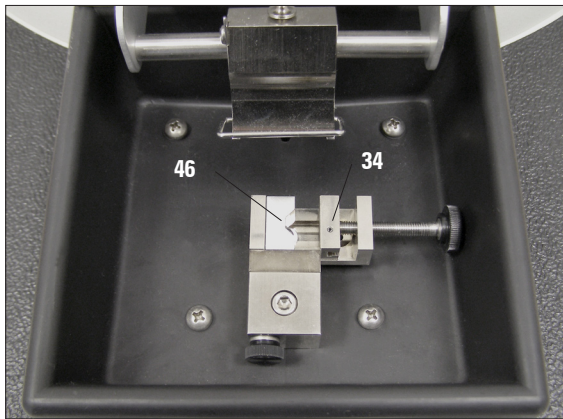

Abb. 20
- Zuerst den V-Block Adapter (46) wie in Abb. 20 gezeigt in die Spannklemme (46) einsetzen.